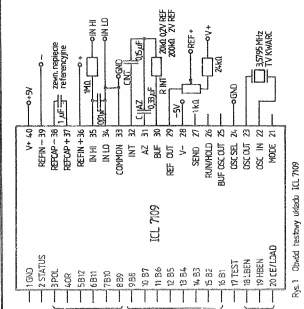

Fig. 1 Pinout diagram of the ICL 7109
1.2. Parametry części analogowej układu (V+ = 5 V, V- = -5 V, GND = OV, T = 25°C, obwód testowy wg rys. 1).
Schemat modułu monitora zamieszczono na rys. 1. Rezystor R1 zapewnia dopasowanie wejścia układu do wyjścia magnetowidu. W zależności od posiadanego sprzętu należy dobrać wartość tego elementu. Sygnał wizyjny wzmacniany jest we wzmacniaczu z tranzystorami T1 i T2. Dodatkową funkcją tego wzmacniacza jest ustalenie poziomu składowej stałej sygnału wizji, potrzebnej do utworzenia poziomu czerni w dekodery. Wzmocnienie można regulować zmieniając wartości rezystorów R8/9 oraz R7/6. W praktyce nie okazało się to jednak konieczne. Sygnał wizyjny podawany jest jednocześnie do wzmacniacza-separatora T4. Ma on za zadanie wstępną selekcję impulsów synchronizacji i wzmocnienie ich do poziomu ok. 2–3 V. Wzmocnionymi impulsami sterowany jest prostownik-podwajacz napięcia z diodami D1, D2 i kondensatorami C3, C4. Stała czasowa C4 i R20 wyznacza opóźnienie przełączenia z odbioru TV na magnetowid. Jest ono niezbędne, aby uniknąć przypadkowych przełączeń spowodowanych impulsami zakłócającymi. Tranzystory T5 i T6 są inwerterami służącymi do sterowania brankami kluczy analogowych US1 (4066). Tranzystor T7 jest kluczem blokującym układ p. cz. fonii odbiornika. Blokada powoduje likwidację szumów mogących zakłócić sygnał fonii z magnetowidu. Klucze US1C oraz US1D stanowią multiplexer sygnału wizyjnego z magnetowidu i z toru p. cz. OTV. Wybrany sygnał podawany jest na wejście wtórnika T3 i dalej do modułu dekodera i synchronizacji. Składowe stałe obydwa sygnałów są jednakowe i dzięki temu w czasie przełączania nie występuje zmiana poziomu jasności obrazu. Zastosowany dodatkowo klucz US1A łączy sygnał AUDIO z magnetowidu do toru fonii odbiornika. Następnie to jednocześnie z przełączeniem